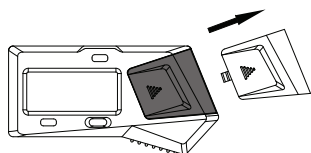

fig.1
- Retirer le couvercle de la batterie (fig.1)